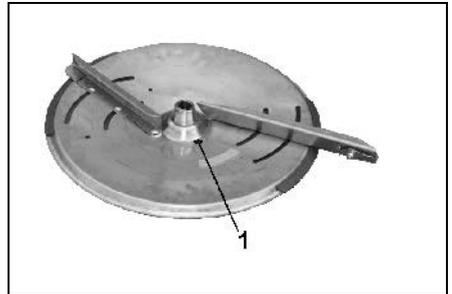

Fig. 52
- Streuscheibe derart verdrehen, dass das Scheibenloch  $\varnothing$  8 mm (Fig. 52/1) zur Maschinenmitte ausgerichtet ist.